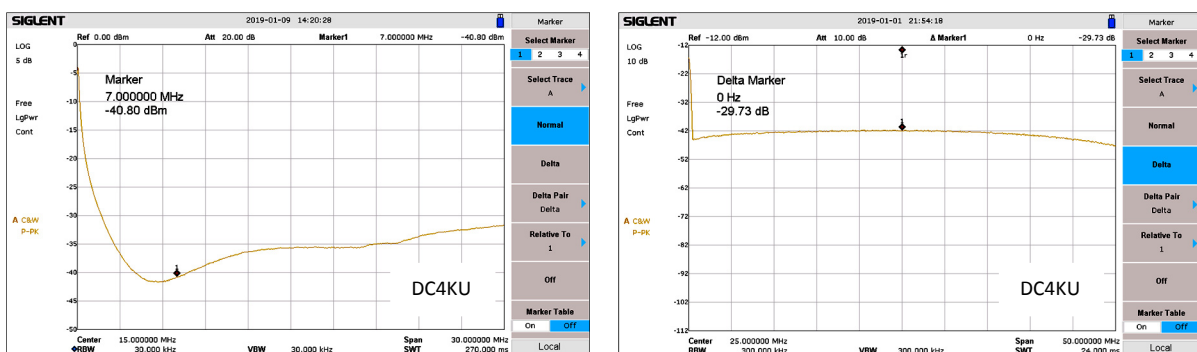

Bild 15: Sperrdämpfung (links) und Rückflußdämpfung (rechts) der Mantelwellensperre
Bild 15 zeigt die Sperr- und Rückflußdämpfung der verwendeten Mantelstromsperre (3). Bei 7MHz beträgt die Sperrdämpfung gegenüber Gleichtaktströmen 40dB (10kΩ), bei einer Rückflußdämpfung von 30dB, entsprechend einem SWR von 1,065.